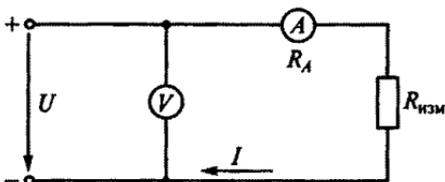

Рис. 170
5.36.Р. В схеме, показанной на рис. 170, вольтметр показывает 1 В, а амперметр 0,1 А. Сопротивление амперметра $R_A = 0,1$ Ом.